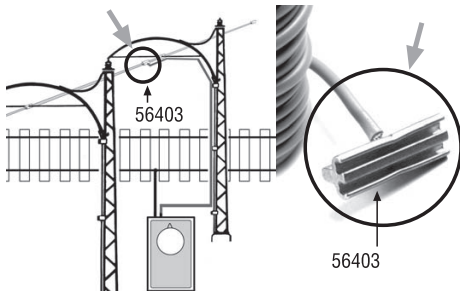

Abb. 5, Fig. 5, afb. 5
- Für jedes zu überspannende Gleis eine Halterung mit dem Loch nach unten auf das Quertragwerk schieben (Abb. 5).